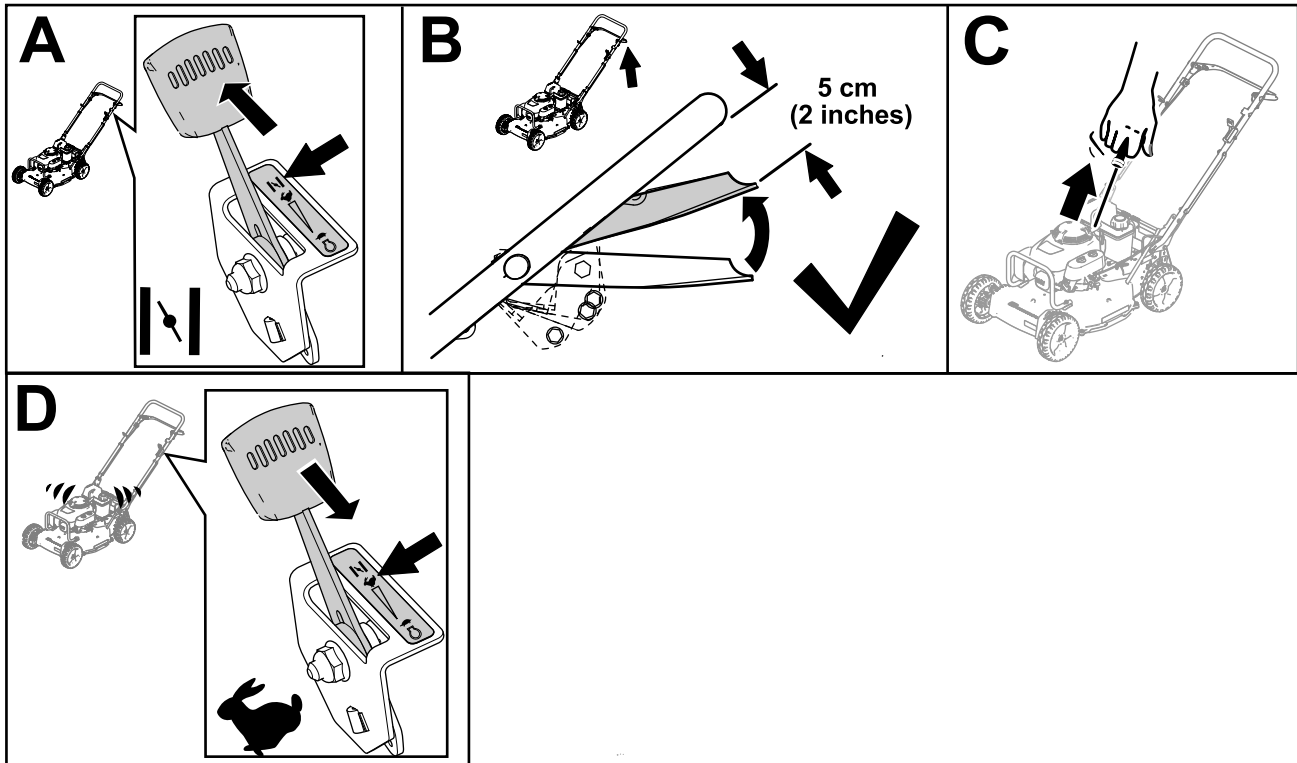

Figura 15
3. Mueva la palanca de control del acelerador a la posición de ESTÁRTER (Figura 15, A).
4. Sujete la barra de control de la cuchilla en la posición de marcha/cambio, unos 5 cm (2") por debajo del manillar (Figura 15, B).
5. Tire suavemente del arrancador hasta que note resistencia, luego tire con fuerza (Figura 15, C).
6. Cuando el motor arranque, mueva la palanca de control del acelerador a la posición de RÁPIDO (Figura 15, D).
Nota: Cierre la válvula de combustible moviendo la palanca de la válvula de combustible (Figura 15) a la izquierda a menos que vaya a volver a arrancar el motor en breve.